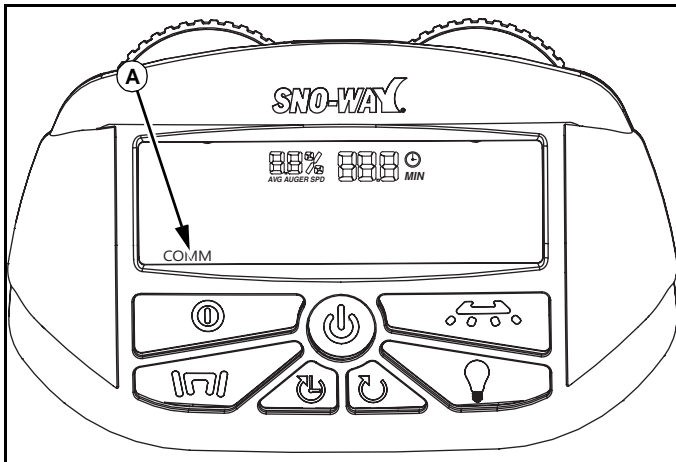

Abb. 1-20
Der Comm-Code (A) zeigt an, dass der Sender nicht mit dem Streuerempfänger kommuniziert. Dabei handelt es sich normalerweise um eine lockere oder getrennte Verbindung bei den weißen oder grünen Kommunikationskabeln zwischen dem Sender und Empfänger. (Siehe Abb. 1-20.)